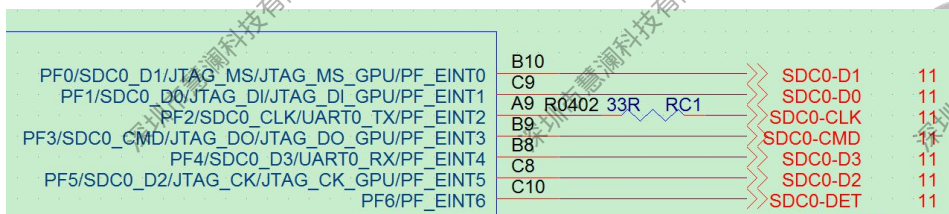

图 2-25 SDC0-CLK 串接电阻
- CLOCK 脚不需要上拉电阻，需在靠近主控端串联 33 欧电阻；如图 2-25 所示。若并联电容，容值不得超过 15pF。